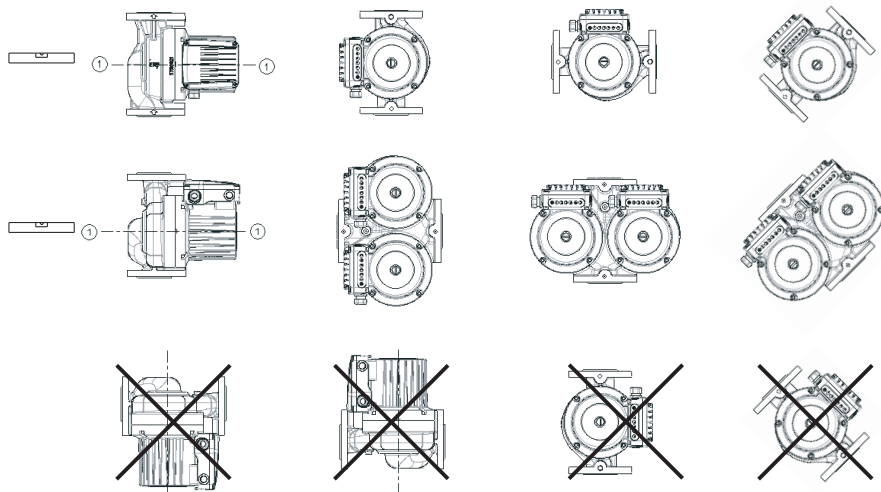

fig. 1
- la pompa va montata direttamente nelle tubature mantenendo orizzontale l'asse della pompa 1-1 (fig. 1).
Nelle pompe di tipo GHN (basic, auto), GHND (basic, auto), GHNM (basic, auto), GHNMD (basic, auto) il rotore è immerso nell'acqua e posto su particolari cuscinetti lubrificati con l'acqua e perciò prima dell'avviamento bisogna riempire la pompa con l'acqua ed eliminare l'aria. L'aria va eliminata dalle pompe svitando le viti sul lato posteriore dell'elettromotore (fig. 1 - POS. 5) che determina l'uscita dell'aria attraverso la fessura tra l'albero del motore ed il cuscinetto. Quando comincia a uscire l'acqua bisogna chiudere le valvole dal lato dell'aspirazione e quello della pressione della pompa e avviare la pompa. Se l'albero gira nella direzione sbagliata comincerà a lampeggiare l'indicatore rosso.